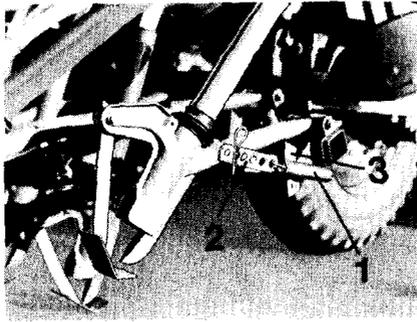

Fig. 11
1. Der Schardruck jedes einzelnen Schares läßt sich mit Hilfe der Zugfeder (Fig. 11/1) durch Umstecken des Einstellbleches (Fig. 11/2) den Bodenverhältnissen anpassen.
2. Werden einige Schare zum Drillen (z. B. Mais) nicht benötigt, können sie durch Umklappen der Halter (Fig. 11/3) hochgestellt werden.